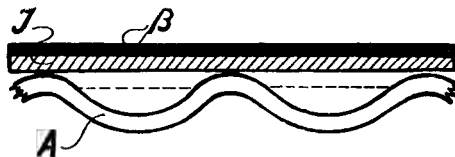

Рис. 7
стояние от неподвижной; во-вторых, само это расстояние должно быть выбрано таким, чтобы оно не пробивалось постоянным напряжением и чтобы были возможны достаточные амплитуды колебаний. Кайль предложил изгибать неподвижную пластину (А), как показано на рис. 7, а подвижную пластину делать из резины (J), покрытой тончайшим слоем (около 2,5 тысячных мм) металла (В). При таком устройстве пластин по бли-